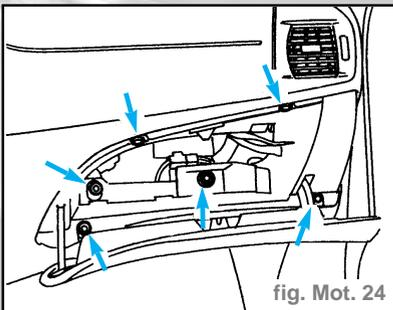

fig. Mot. 24
- Depuis l'habitacle, déposer la boîte à gants en dévissant les vis de fixation indiquées (fig. Mot. 24).